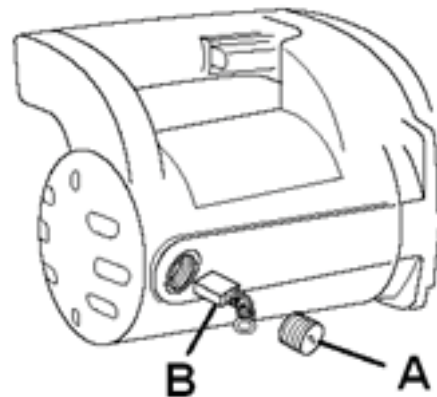

Рис.10
- Зніміть кришки щіток (A, Рис. 10).